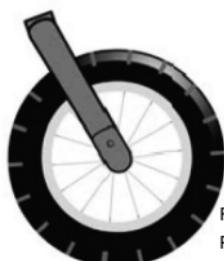

Figure 4
4. Placez le capuchon et serrez fermement la vis Phillips. (Figure 4)